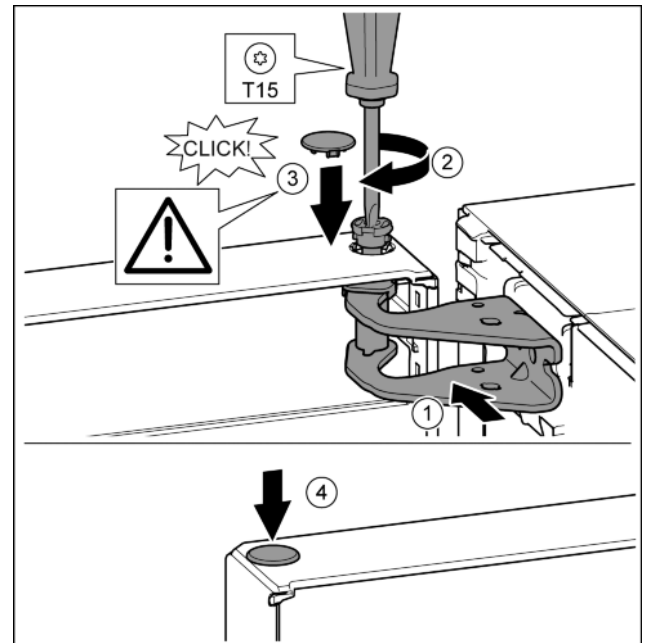

Fig. 24
- ▶ Tür oben zur Öffnung im Lagerbock ausrichten. Fig. 24 (1)
- ▶ Bolzen einsetzen und mit Schraubendreher T15 festschrauben. Fig. 24 (2)
- ▶ Sicherungsabdeckung zur Sicherung der Tür montieren: Sicherungsabdeckung einsetzen und kontrollieren ob sie auf der Tür aufliegt. Ansonsten Bolzen vollständig einsetzen. Fig. 24 (3)
- ▶ Stopfen einsetzen. Fig. 24 (4)